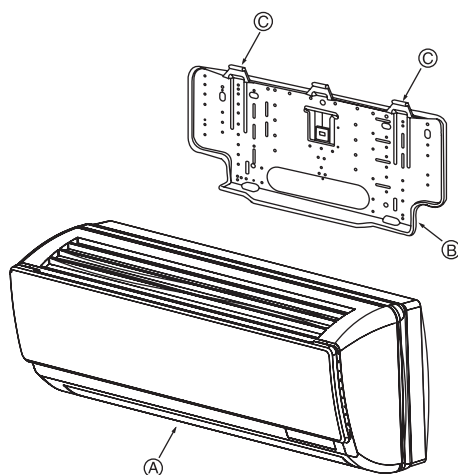

Fig. 3-8
(1) Wandbefestigung
3.3. Montage der Anlage (Fig. 3-8)
- ① Bringen Sie die Hängebefestigungen der Innenanlage sicher über den Schnepfern der Wandbefestigung an.